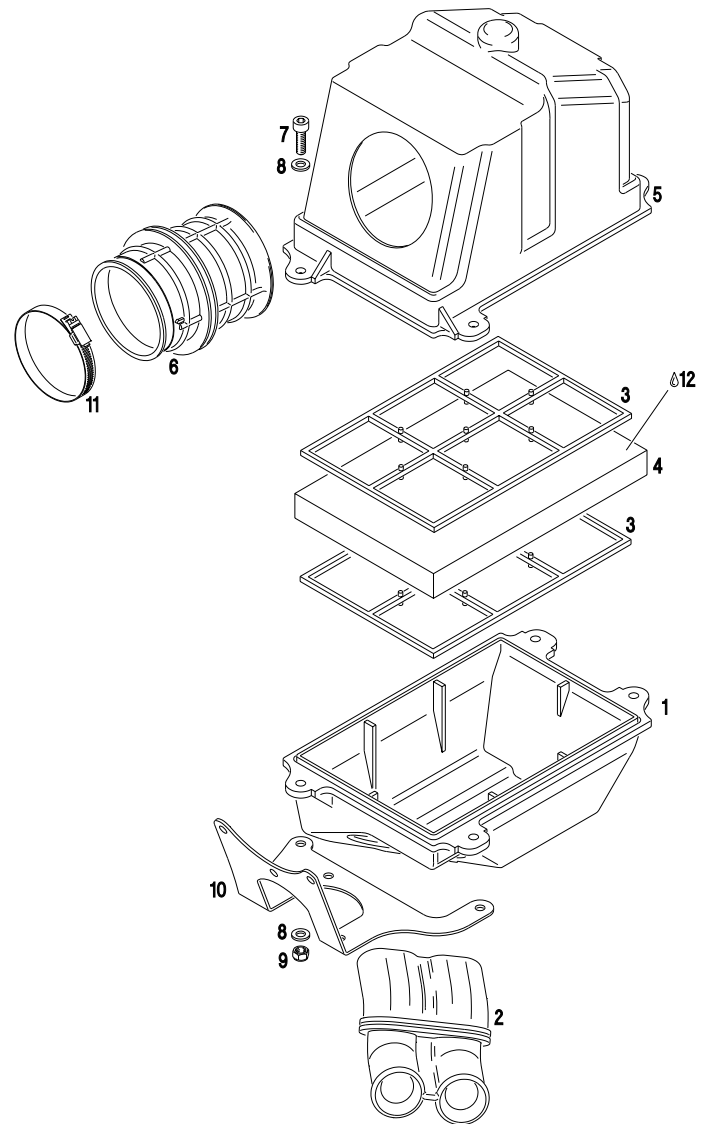

Bild 9
- ⇒ Die 4 mitgelieferten Schlauchklemmen (4 und 5) auf die Kühlwasserkrümmen (3) schieben.
- ◆ **Hinweis:** Die Schlauchschelle (5) mit grösserem Durchmesser ist für die Position am Zylinderkopfdeckel vorgesehen.
- ⇒ Kraftstoffpumpe mit zwei der mitgelieferten Zylinderschrauben M6x20 und Sicherungsmuttern so an der Unterseite des Haltewinkels (10, siehe Bild 9) montieren, daß der Anschluß der Impulsleitung (1) nach unten und die Kraftstoffzuleitung (2) (siehe Pfeil auf Pumpengehäuse) in Richtung Fahrersitz zeigt.
- ⇒ Von dem mitgelieferten Kraftstoffschlauch zwei Stücke abschneiden. Diese jeweils am unteren Anschluß für den Impuls (1) bzw. seitlichen Anschluß für den Austritt (3) montieren.
- ⇒ Anschließend den Haltewinkel (10, siehe Bild 9) mit den drei unteren Verschraubungen des Vergaserstutzens am Zylinder befestigen. Anzugsmoment: 6 Nm.
- ⇒ Mit einem entsprechenden Stück des mitgelieferten Kraftstoffschlauches eine Verbindung zwischen dem Anschluß am Kraftstofftank und dem Zulauf (2) der Kraftstoffpumpe herstellen.
- ⇒ Ansauggummi (2) in waagrechter Stellung so in den Dämpferunterteil (1) stecken, daß die runden Ansaugöffnungen außen liegen.
- ⇒ Vergaserstutzen (6) so in den Dämpferoberenteil (5) stecken, daß der Pfeil am Dämpferstutzen in Richtung Vergaser zeigt.
- ⇒ Filterschaumstoff (4) mit herkömmlichem Motorenöl (12) einölen und anschließend überschüssiges Motorenöl ausdrücken.
- ⇒ Dämpferteile laut Skizze zusammenstecken (Bild 9) und mit mitgelieferten Zylinderschrauben, Beilagscheiben, Sicherungsmuttern und dem Haltewinkel (10) verschrauben.
- ◆ **Hinweis:** Am Dämpferunterteil (1) muß bei der rechten, seitlichen Befestigungslasche ein Teil einer Rippe mit dem Messer entfernt werden, damit der Haltewinkel an der Befestigungslasche aufliegt.
- ⇒ Ansauggeräuschkämpfer mit der mitgelieferten Schlauchschelle (11) am Vergaser befestigen.